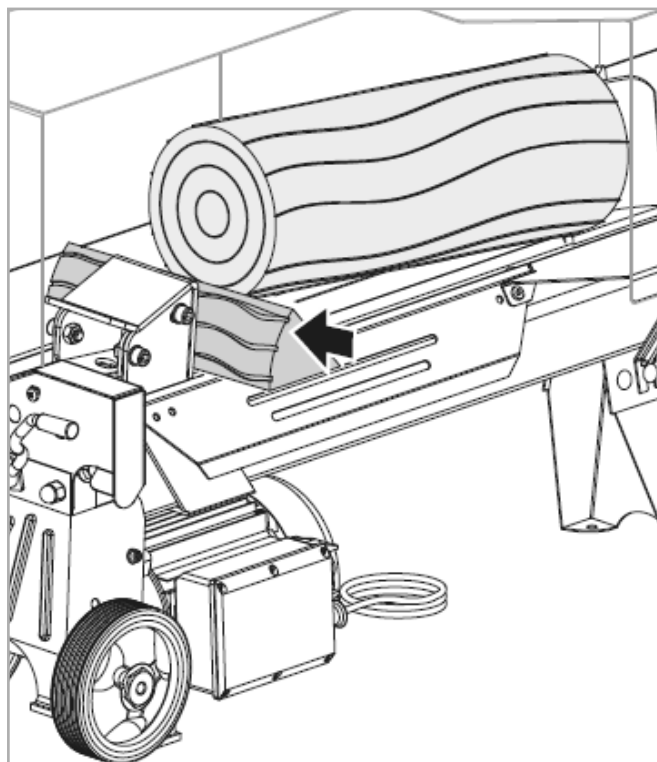
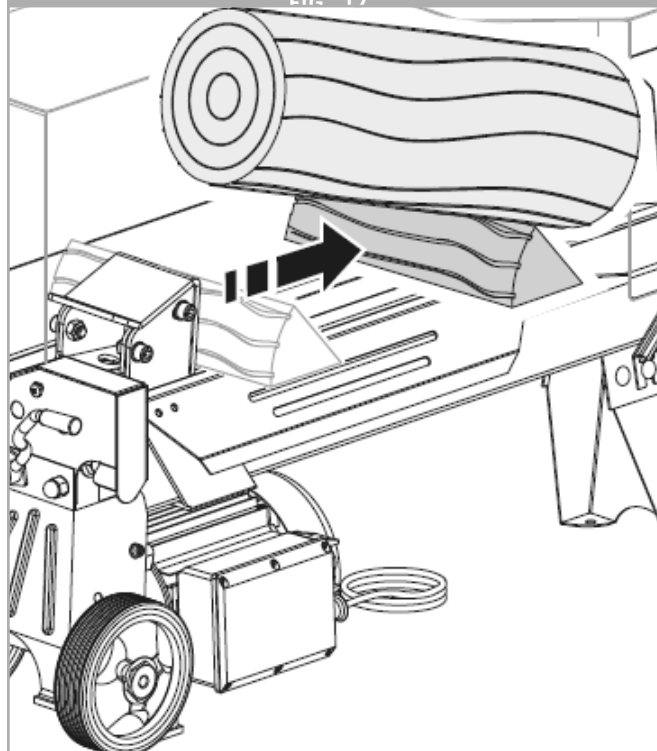

FIG. 17
FIG. 18
- Gentag ovenstående procedure med skarpere skrånende kiletræer, indtil stammen er helt frigjort (fig. 17, fig. 18).